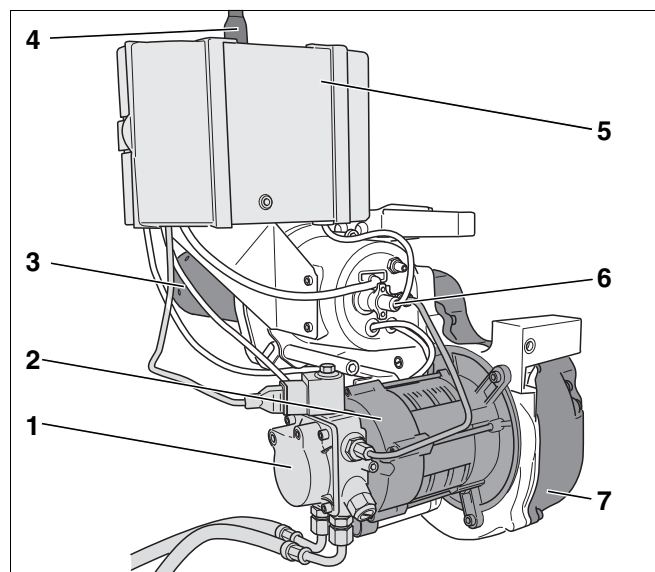

Рис. 1 Горелка Logator BE 1.3 и 2.3
- топливный насос с электромагнитным клапаном и шлангами для дизтоплива (рис. 1, **поз. 1**)
- мотор горелки (рис. 1, **поз. 2**)
- труба горелки (рис. 1, **поз. 3**)
- цифровой автомат горения SAFe 10 с кнопкой подавления помех (рис. 1, **поз. 5**)
- датчик пламени (рис. 1, **поз. 6**)
- вентилятор (рис. 1, **поз. 7**)
Горелка (рис. 1) подключается к электросети через сетевой штекер (рис. 1, **поз. 4**) и коммуникационным проводом соединяется с системой управления.